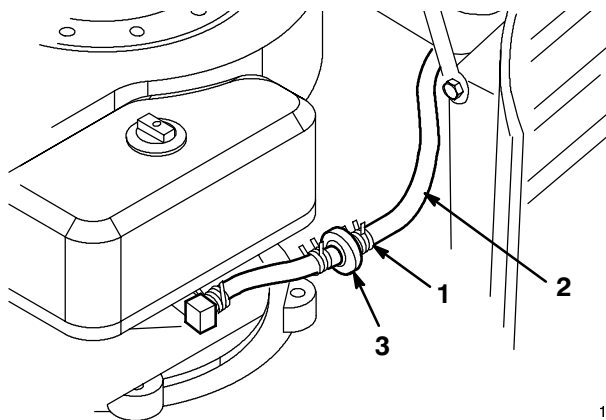

Bild 31
3. Drücken Sie die Enden der Schlauchklemme zusammen und schieben sie an der Kraftstoffleitung nach oben zum Kraftstofftank (Bild 31).
4. Ziehen Sie die Kraftstoffleitung vom Filter (Bild 31) herunter und lassen das Benzin in einen Benzin-kanister oder eine Auffangschale ablaufen.
Der beste Zeitpunkt für den Austausch des Kraftstofffilters (Bild 31) ist bei einem leeren Kraftstofftank. Bringen Sie niemals einen schmutzigen Filter wieder an, nachdem Sie ihn von der Kraftstoffleitung entfernt haben.
3. Drücken Sie die Enden der Schlauchschellen zusammen und schieben sie vom Filter weg (Bild 31).